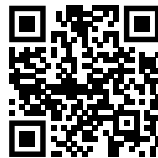

Fig. 135
- ▶ Откройте Liebherr SmartMonitoring Dashboard. (см. Fig. 135)